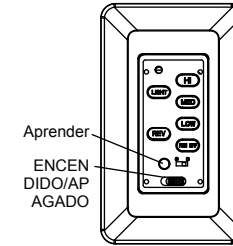

Fig. 31
Paso 1. Una vez completada la instalación, pulse el botón LEARN durante 3 segundos en un plazo de 30 segundos una vez que se enciende la alimentación de CA. El ventilador se encenderá a velocidad media y luz (si está instalado) se encenderá. Esto confirma que la configuración de SMART SYNC está activa y está bien. (Fig. 31)
Restaurar la alimentación del ventilador de techo y probar el funcionamiento correcto (Fig. 31)